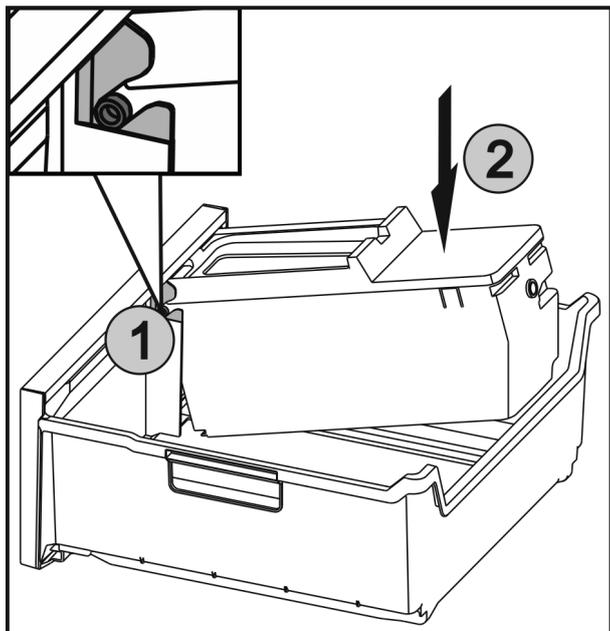

Fig. 57
- ▶ Zasuňte osi Fig. 57 (1) na EasyTwist-Ice do vedení a tlačte zadní stranu Fig. 57 (2), kým spona nezapadne.